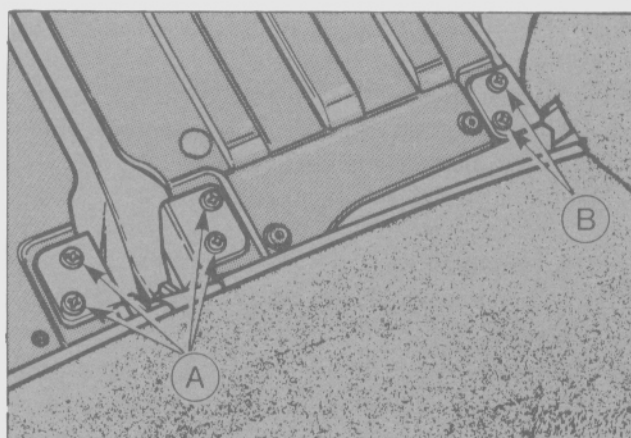

Fig. 24 - Tornillos de sujeción de respaldo a bisagras.
- Retirar los tornillos de sujeción de las bisagras laterales a los respaldos. (Fig. 24).
- Extraer los cuatro tornillos que retienen el conjunto de la bisagra central a los respaldos (Fig. 24).